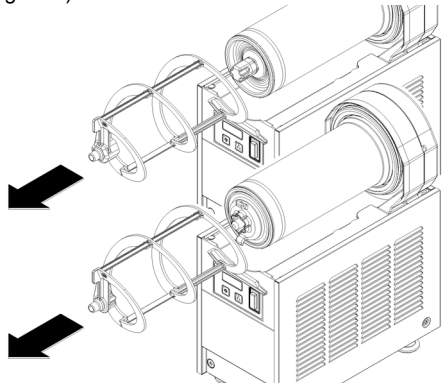
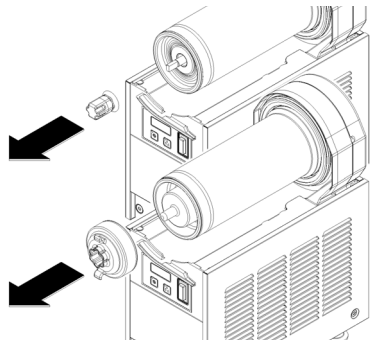

figura 7
figura 8
**3** Sfilare dall'evaporatore la spirale esterna (vedere figura 7) e successivamente il rotore magnetico esterno o il giunto esagonale (vedere figura 8).